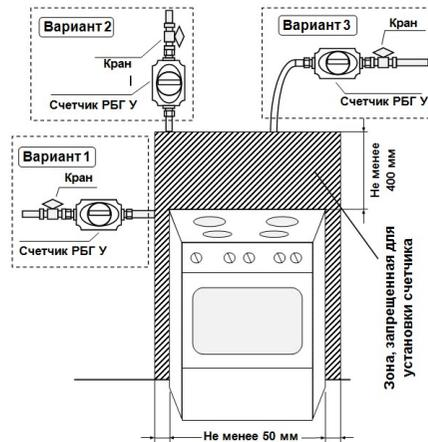

Рисунок 2
- 4.3 Счетчик может устанавливаться в газовую магистраль вертикально, горизонтально, наклонно (см. рис. 2) в соответствии с направлением подачи газа (указано стрелкой на дне корпуса счетчика).